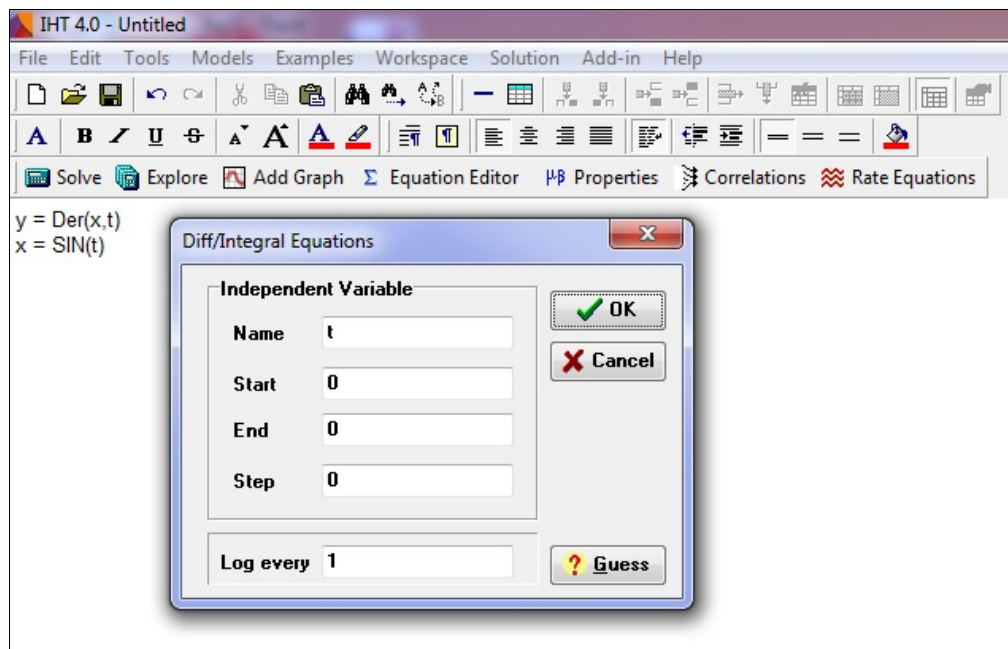

Figure 22 : Fenêtre Différentielle / Équations intégrales.
**Der** ( $x$ ,  $t$ ) peut être utilisée lors de la saisie d'équations dans l'espace de travail, et  $x$  et  $t$  peuvent être remplacées par n'importe quelle variable utilisée dans votre problème. Lorsque vous cliquez sur **Solve**, une fenêtre Équations différentielles / intégrales semblable à celle montrée dans la Figure 22 apparaîtra. Vous pourrez ensuite spécifier la plage et la taille de pas à utiliser pour parcourir la variable indépendante de votre problème. Cliquez sur le bouton **Guess** pour spécifier les valeurs initiales et limites de(s) variable(s) dépendante(s) utilisée(s) dans la (les) dérivée(s) pour l'itération afin de trouver les autres variables de votre problème.
La fonction **Integral** ( $x$ ,  $t$ ) retournera l'intégrale de  $x$  par rapport à  $t$ , où le second paramètre,  $t$ , est la variable indépendante utilisée pour parcourir la solution. **Integral** ( $x$ ,  $t$ ) peut être utilisé lors de la saisie d'équations dans l'espace de travail, et  $x$  et  $t$  peuvent être remplacé par n'importe quelle variable utilisée dans votre problème. Lorsque vous cliquez sur **Solve**, une fenêtre **Differential/Integral Equations** semblable à celle de la Figure 22 apparaîtra.